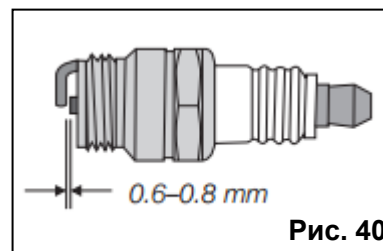

Рис. 40
4. Проверьте зазор между электродами с помощью калибра и при необходимости установите зазор равным (0,6-0,8 мм) (см. Рис. 40).